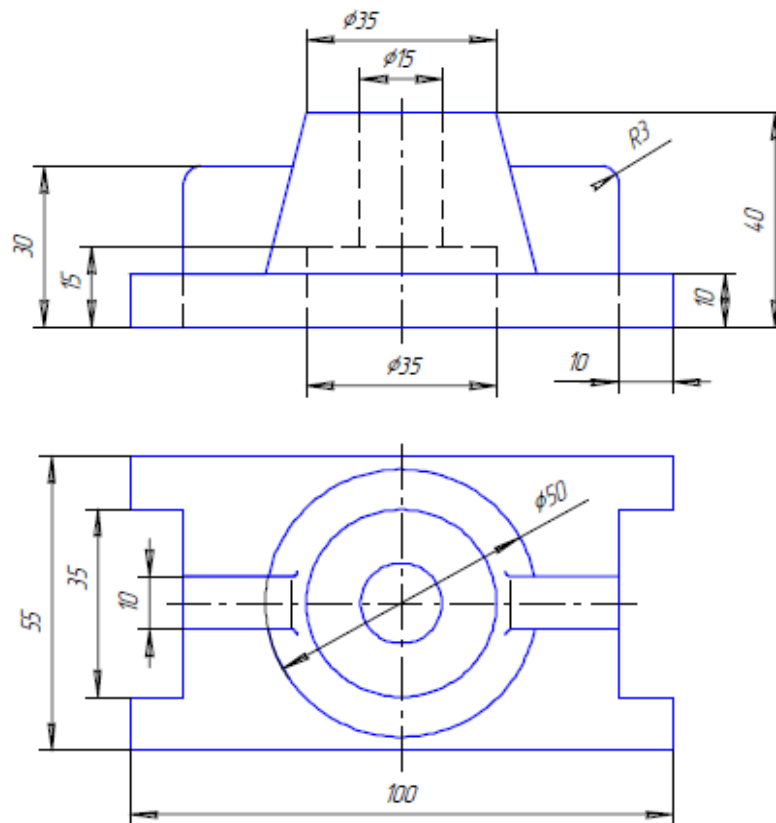

Рисунок 1 – Стойка
3. Применяя способность разрабатывать 3D-модели литейной оснастки и осуществлять их прототипирование (ПК-6.3) постройте трехмерную модель детали (рисунок 1) и подготовьте необходимые условия для изготовления её прототипа.